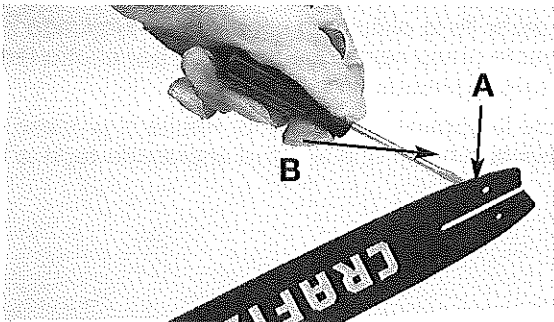

Fig. 38
SURCOS EN LA BARRA (B) Los surcos de la barra (o raíles que soportan y transportan la cadena) deben limpiarse si han sido utilizados duramente o si la cadena parece estar sucia. Los raíles siempre deben limpiarse cada vez que se retire la cadena (Fig. 38).
PASOS DE ACEITE (A) Los pasos de aceite de la barra deben limpiarse para asegurar un lubricado correcto de la barra y la cadena durante el funcionamiento. Esto puede hacerse usando un cable fino y pasándolo por el orificio de descarga.(fig. 38)